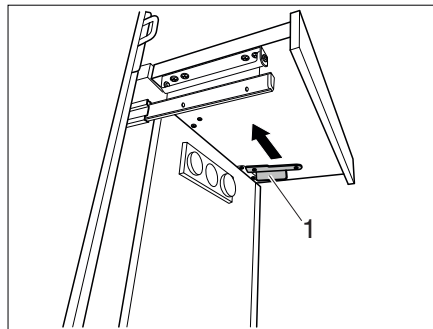

Bild 123 Verbreiterung sichern
- Verriegelung (Bild 123,1) nach vorne schieben. Die Verbreiterung ist gesichert.
- Verriegelung (Bild 123,1) lösen.